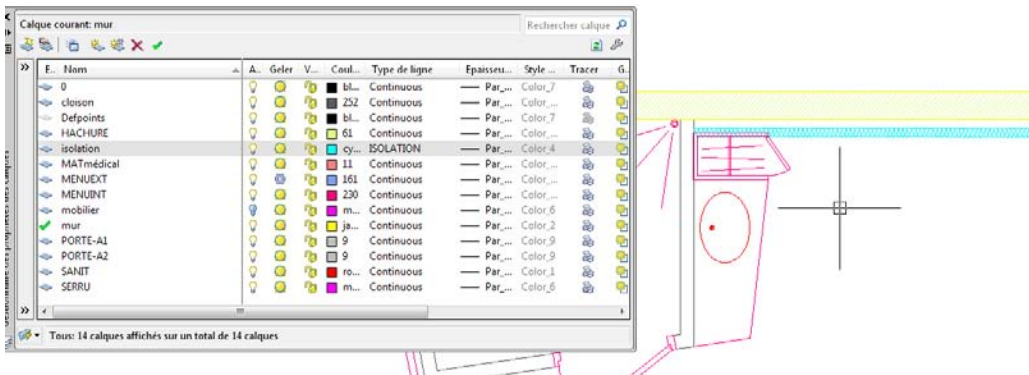

Figure 4.48
- La Figure 4.48 illustre le nouveau type de ligne du calque « cloison » associé à la couleur cyan.